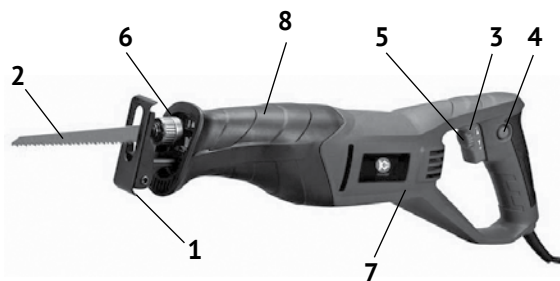

рис. 1
1.6 Общий вид пилы представлен на рис.1
1.7 Коллекторный двигатель и приводной механизм лобзика расположены в пластиковом корпусе (рис.1 поз.7). Корпус, состоящий из двух половин (правой и левой), выполнен заодно с рукояткой, расположенной сзади двигателя. Крутящий момент с якоря электродвигателя, через шестерню преобразуется в редукторе во возвратно-поступательное движение штока. На стволе штока расположен быстрозажимной самофиксирующий замок (рис.1 поз.6), в который крепится пильное полотно (рис.1 поз.2). Рабочим инструментом пилы являются пильные полотна с универсальным хвостовиком 1/2".
1.8 Клавиша выключателя (рис.1 поз.3) расположена в передней части рукоятки. Включение лобзика осуществляется нажатием на клавишу выключателя указательным пальцем. Фиксация клавиши в рабочем положении, осуществляется кнопкой (рис.1 поз.4), расположенной слева на рукоятке. При повторном нажатии на клавишу, кнопка фиксации и клавиша (со щелчком) возвращается в исходное положение - выключено.
Регулятор скорости (рис.1 поз.5) встроен в клавишу выключателя. С его помощью устанавливается необходимая скорость хода пильного полотна. Стрелки на диске регулятора, указывают на увеличение или уменьшение скорости хода пильного полотна.
1.9 В передней части пилы на корпусе закреплён протектор (рис.1 поз.8), выполненный из материала, гасящего вибрацию. Эргономичная форма протектора
При выборе скорости движения пильного полотна необходимо оценить материал заготовки. Чем твёрже распиливаемый материал, тем ниже скорость, устанавливаемая регулятором (рис.1 поз.5).
- ослабить шестигранным ключом (входит в комплект поставки) два винта в нижней части протектора (рис.1 поз.8);